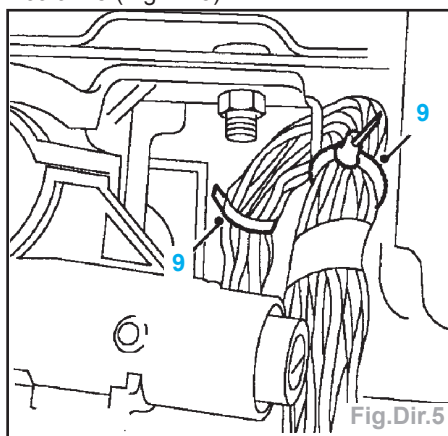

Fig.Dir.5
- Débrancher la fiche multibroches (6) du contacteur à clef.
- Enlever les 2 vis de l'enjoliveur d'ouverture de colonne de direction et déposer l'enjoliveur (7).
- Couper prudemment les 2 attaches de faisceau (9) et dégager le faisceau de la colonne (Fig.Dir.5).